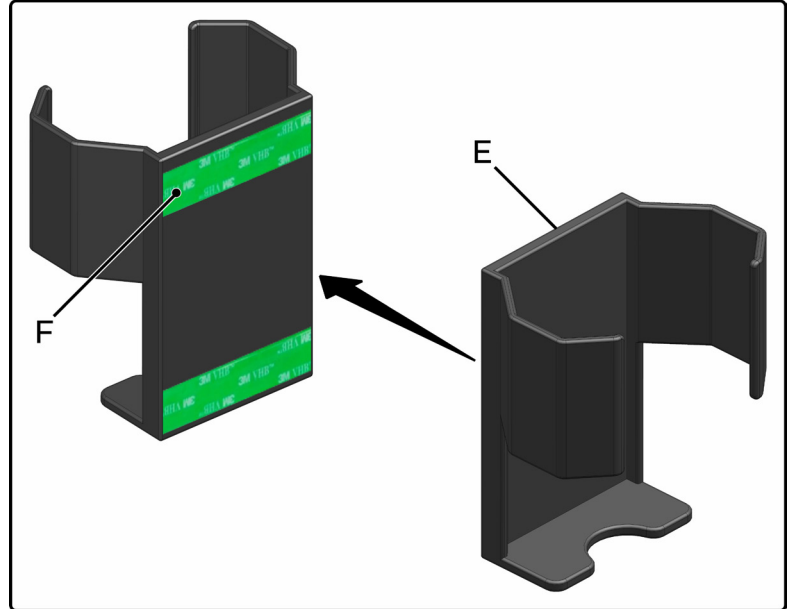

fig. 33
Junto ao controle, acompanha um suporte (E) (fig. 33) para fixar o mesmo na cabine da colheitadeira, em um local de fácil e prático acesso. Para isso, basta remover os dois pedaços de fita dupla face VHB (F), localizados na parte de trás do suporte.